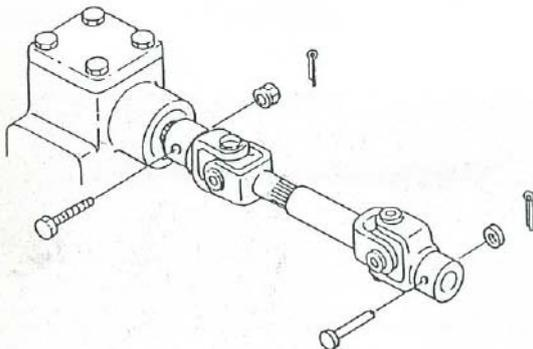

図31 ユニバーサルジョイント
- (14) ユニバーサルジョイントを本機側に取付けてください。本機側にある穴とユニバーサルジョイント側にある穴とを合わせてから挿入し、ピン、ワッシャ、割りピンで確実に固定してください。(図 31 参照)
- (15) 全てのリンクが正しくついていることを確認した後にエンジンを始動させ、本機のリフトレバーを使いモアを浮かせます。エンジンを切り、ゲージホイール約90°回して機体前後方向に向くようにし、ピンで取付けます。